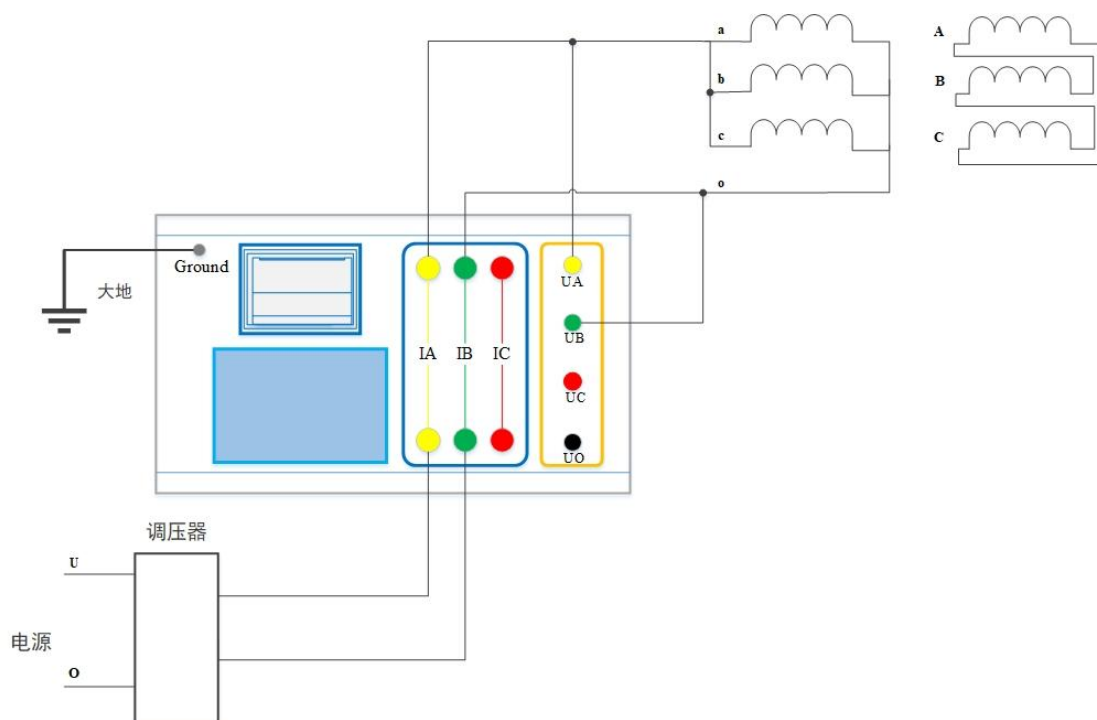
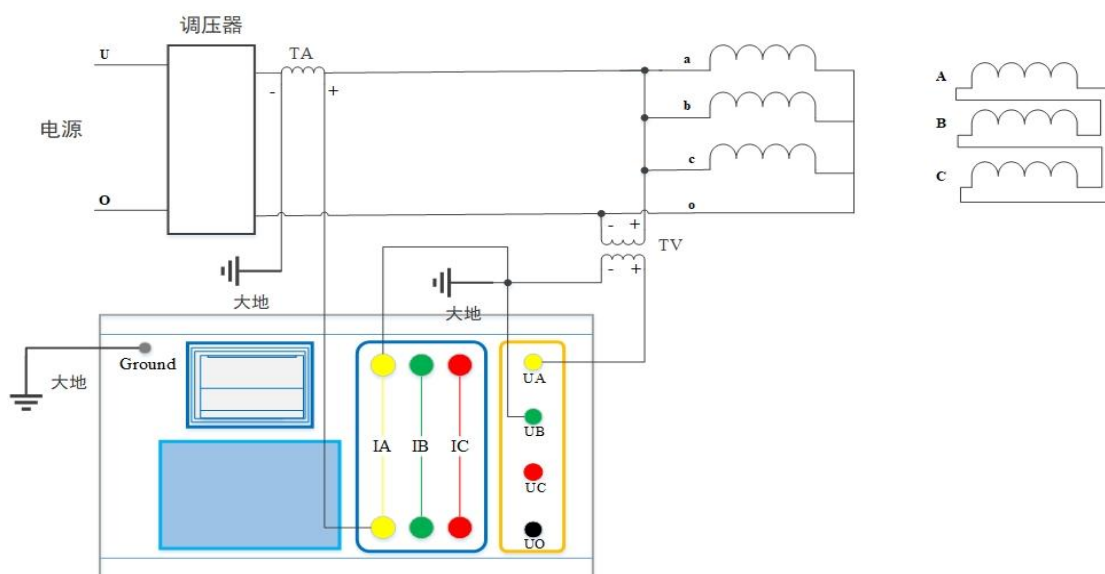

图 4.89 零序阻抗接线图
图 4.90 零序阻抗外接接线图
(4) YNd11 型变压器接线图如图 4.89 所示（YN 绕组，ABC3 相短路，三角形联结开路），如果外接互感器测量，则如图 4.90。对于不同绕组对的变压器参照表 4.1